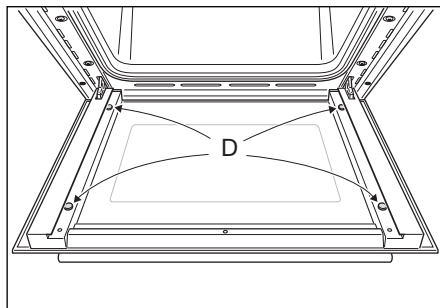

Figura 43a
- Assicurarsi che i quattro tamponi di gomma siano in posizione ("D" nella figura 43a).